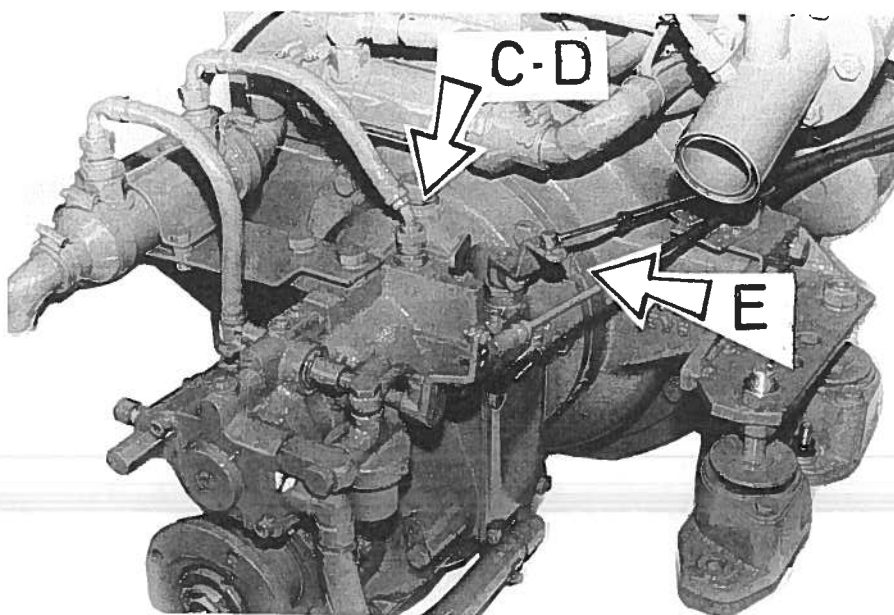

Fig. 27
2. Løs returslangen fig. 27, pos. C, og skru ut nippelen D. Vri slangen tilside.
VIKTIG: Manøverhendelen E fig.27 skal ikke beveges uten at motoren er i gang, se side 13.